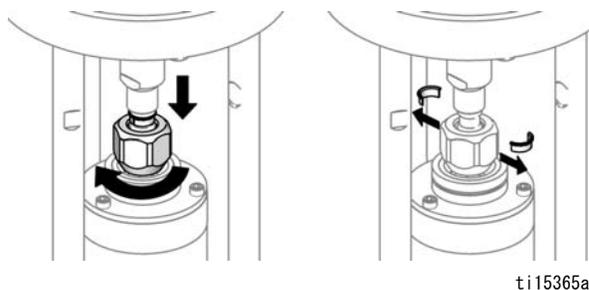

図. 8. カップリングカラーを取り外す。
4. カップリングナット (7) を下げ、カップリングカラー (5) を取り外します。図 . 8 を参照のこと。
5. モーターシャフトを押し上げます。カップリングナットを取り外します (7)。
6. ソケットを使用して、タイロッドナット (4) を取り外します。
8. エアモータを持ち上げて取り外します。タイロッド (3) は取り付けられたままになります。